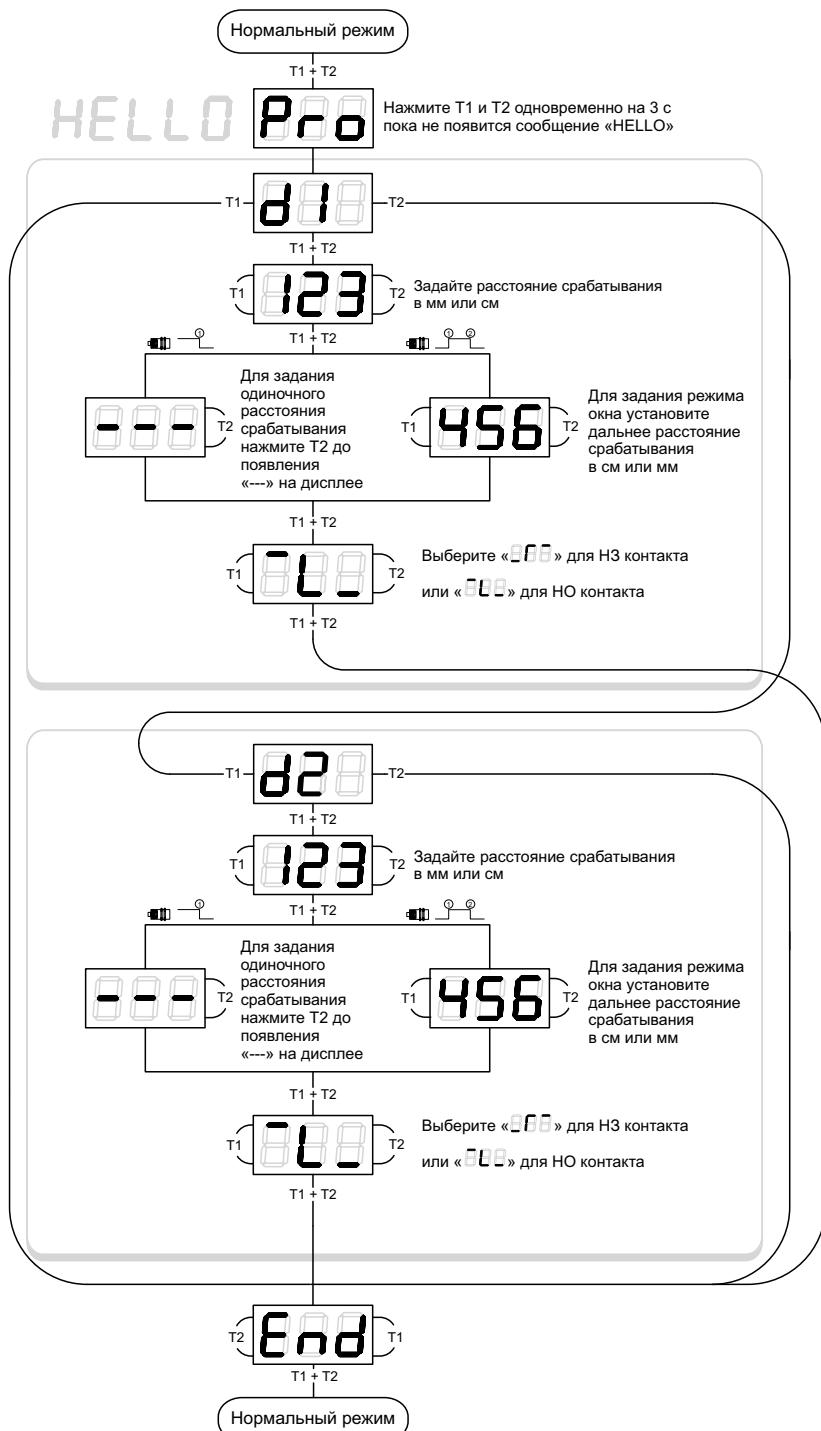

Рисунок 7 – Задание параметров с использованием LED – дисплея для датчика hps+.../DD/TC
- 1) С использованием *LED* – дисплея, задание числовых параметров расстояний срабатывания (см. рисунок 7);